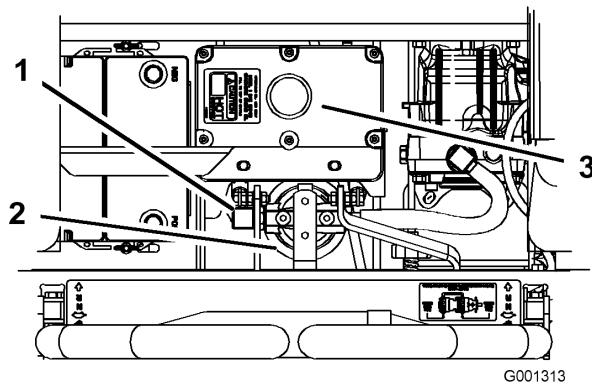

Figura 66
- Retire el manguito hidráulico de la derecha a su entrada en el adaptador (Figura 66).
- Vuelva a instalar el manguito hidráulico de la derecha en el adaptador (Figura 66).